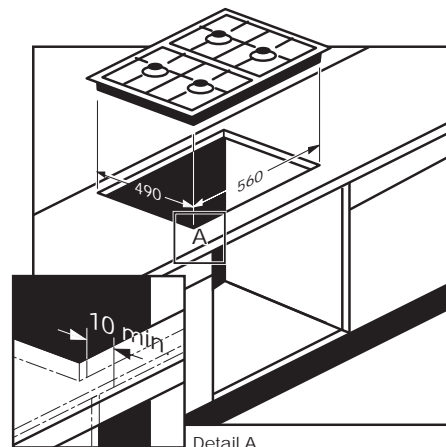

fig. 3
- Grâce au gabarit, vous pouvez reproduire les dimensions de découpe (490x560 mm) sur la table de travail (voir fig. 3).
Les dimensions de découpe à l'avant de 10 mm (voir fig. 3, détail A) sont mesurées à partir du centre de l'armoire (armoire avant sans porte).